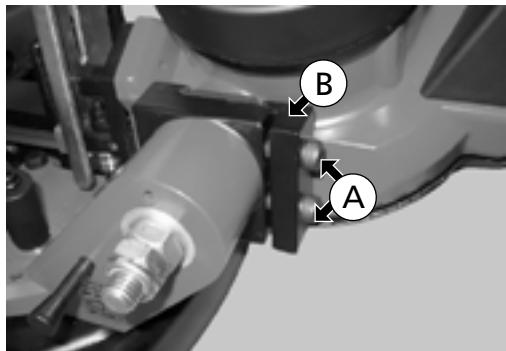
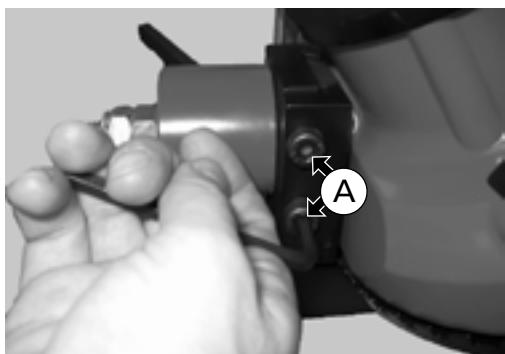

Fig. 34
Fig. 33
Afloje los dos tornillos (A) hasta tres o cuatro vueltas completas (Fig. 33) para liberar el tope de la sierra de cinta (Fig. 34).
Elementos de Fig. 33 - 34